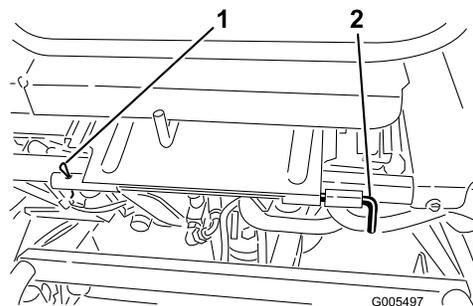

Figura 26
3. Baixe o banco e retire o pino de segurança que prende a haste de articulação do banco à estrutura (Figura 26).